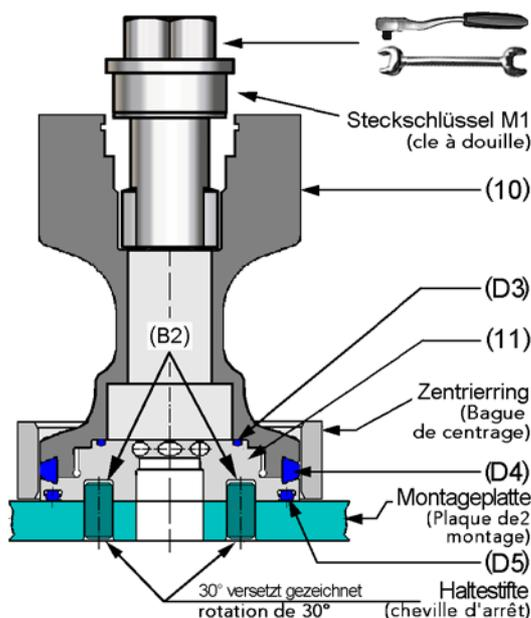
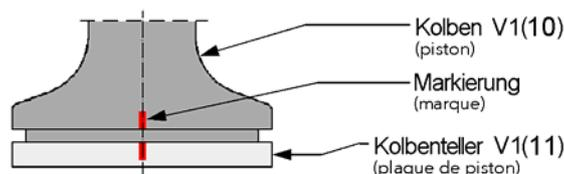
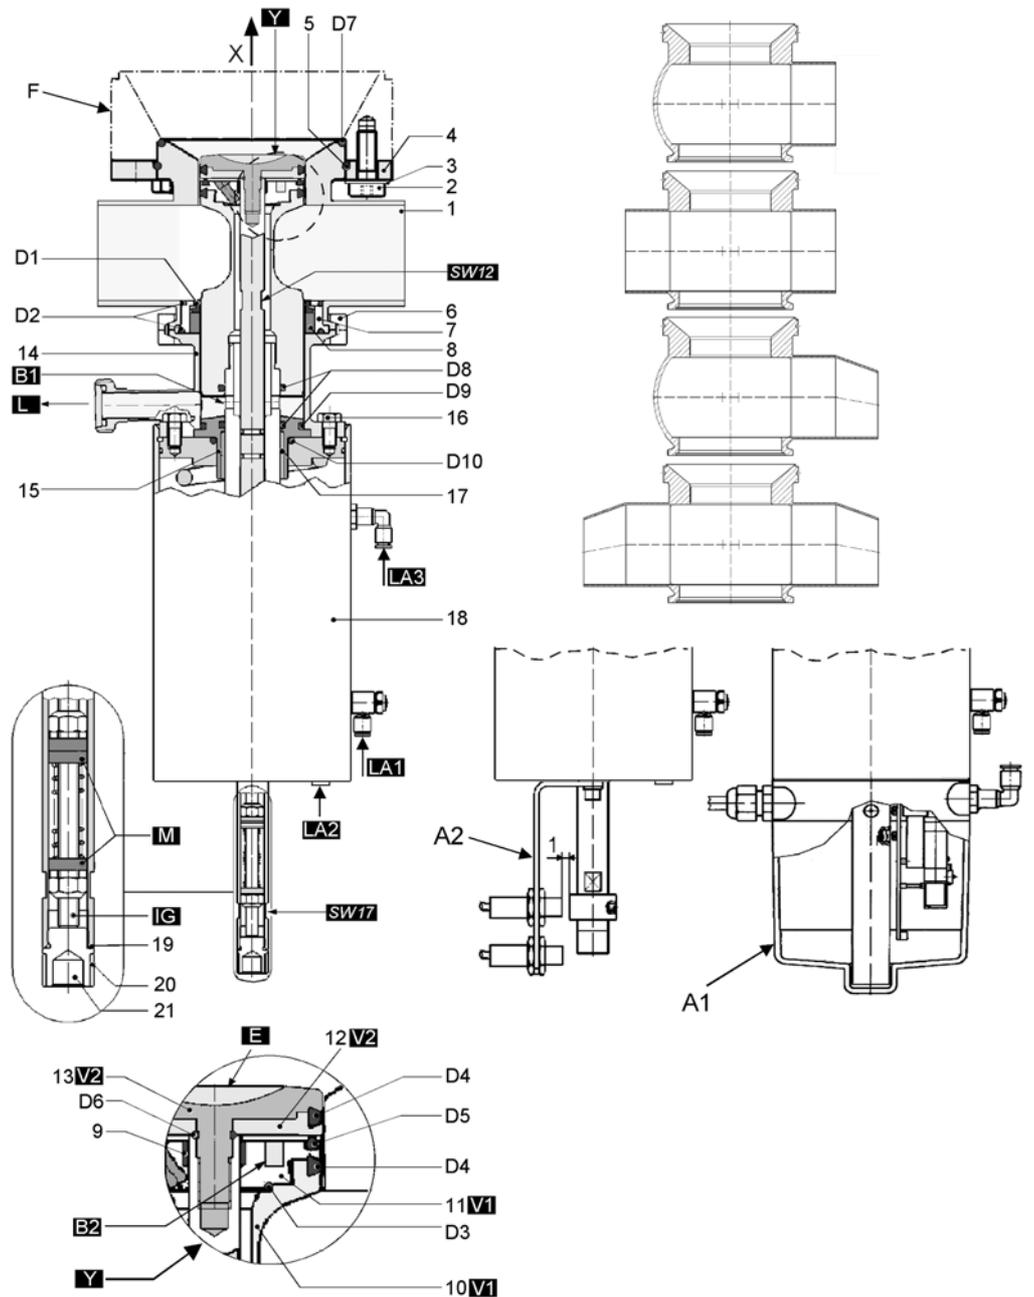

Fig. 3
Fig. 4
Fig. 6
- Dévisser le piston V2 (13) en fixant le levier de montage M7 dans la rainure (E) (fig. 6) et le bloquant par contre-pression sur le méplat SW17.
- Démontez la bague d'étanchéité (D4) le joint torique (D6) et la plaque de piston V2 (12).
- Dévisser les vis hexagonal (16).
- Pousser la lanterne (14) en direction de « X » jusqu'à ce que l'orifice (B1) soit visible.
- Fixer la plaque de montage M6 avec les goupilles d'arrêt dans les orifices (B2) de la plaque de piston V1 (11) et bloquer avec la clé à ergots M4 par contre-pression sur l'orifice (B1). Dévisser la plaque de piston V1 (11) avec le piston V1 (10).
- Pousser l'insert (7), le joint de tige (D1) et la douille de palier (8) à partir du piston V1(10) vers la plaque de piston V1(11).
- Dévisser le piston V1(10) de la plaque de piston V1(11) à l'aide de la clé à douille M1 (voir Fig. 3 page 8).
- Démontez le limiteur de course (15).
- Visser manuellement la plaque de piston V1(11) sans la bague d'étanchéité dans le piston V1(10) jusqu'à la butée métallique.
- Procéder au marquage en couleurs des surfaces du piston (voir Fig. 4 page 8), puis démonter.
- Monter la bague d'étanchéité (D4) sur le piston V1(10) et visser manuellement la plaque de piston V1(11) dans le piston V1(10).
- Serrer la plaque de montage dans l'étau et fixer la plaque de piston V1(11) avec le piston V1(10) (voir Fig. 3 page 8).
- Placer la clé à douille M1 sur le piston V1(10) (Fig. 3 page 8) et visser jusqu'à la butée métallique (Fig. 4 page 8).
- Monter le plateau de piston V2(12) sans la bague d'étanchéité dans le piston V2(13) jusqu'à la butée métallique.
- Procéder au marquage en couleurs sur les surfaces du piston (Fig. 4 page 8) puis démonter.
- Placer la bague d'étanchéité (D4) dans la plaque de piston V2(12) et la monter dans le piston V2(13).
- Visser le piston V2(13) dans le piston V1(10) jusqu'à la butée métallique.